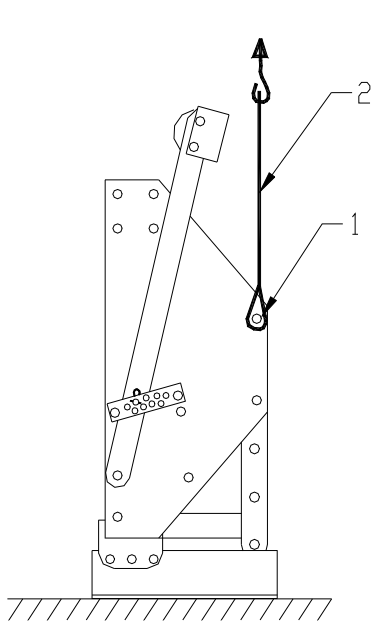

Fig. 1.
Maszyna jest dostarczana na palecie. Aby zamontować maszynę za traktorem, należy postąpić następująco (patrz. rys.1, 2, 3, 4, 5 i 6)
2. Mocno zamocować zawiesie linowe 2 o długości około 2,5 metra (8 stóp) z klamrą D do otworów 1 po każdej stronie maszyny, jak pokazano na rys.1.